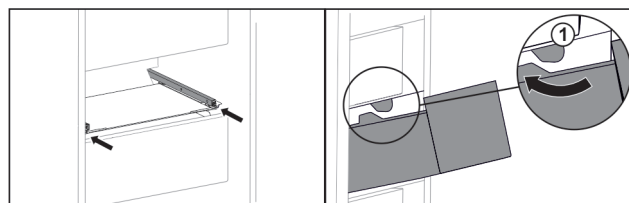

Fig. 122
- ▶ Guider le tiroir en contournant les butées Fig. 122 (1).